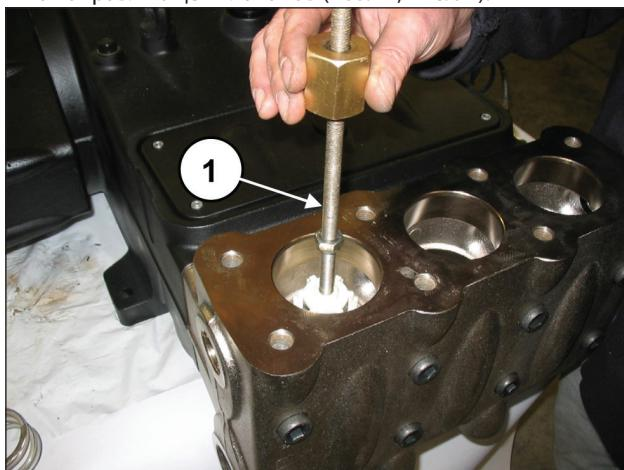

Рис. 92
Извлеките клапанный узел нагнетания с помощью съемника с ударной массой, установив его в отверстие M10 направляющей клапанов (поз. ①, Рис. 92).